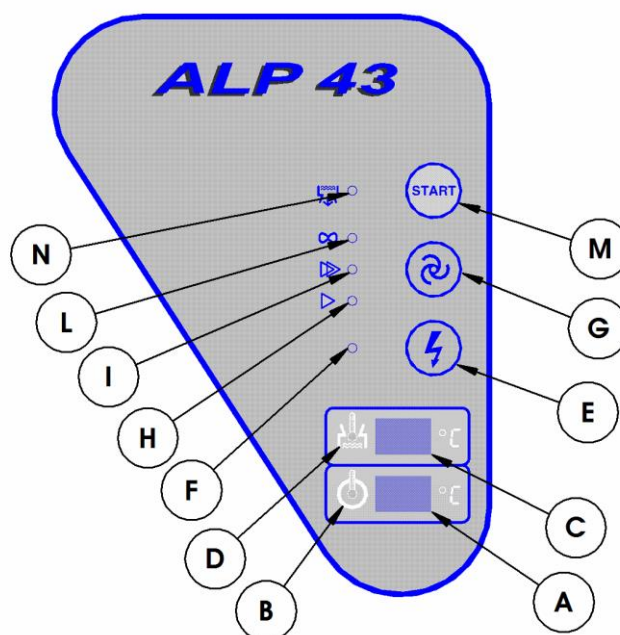

Figura 1
Con referencia a la figura 1, el encendido de la máquina se produce al pulsar el interruptor general (E) y es señalizado por el encendido del testigo (F).